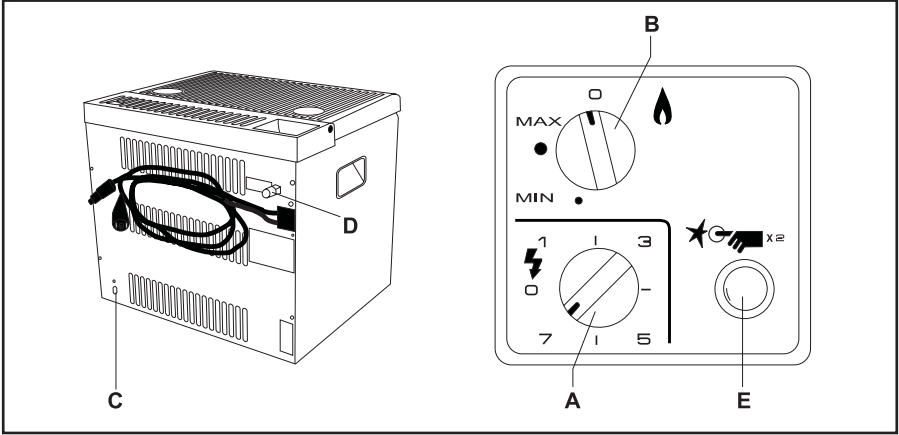

Fig. 1
11. Gasarmatur (Fig. 1)
12. Zünden des Gasbrenners (Fig. 1)